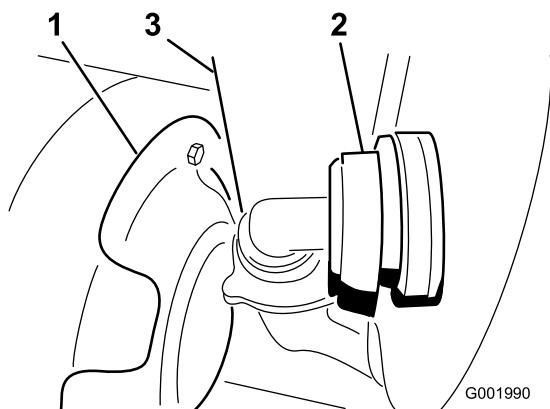

Figura 57
3. Retire a tubagem localizada em baixo na parte da frente do depósito (Figura 57).
Nota: Pode ser necessário fazer recuar a protecção contra o calor (Figura 57) quando retirar a tampa.
7. Ligue a tubagem na parte da frente do depósito (Figura 57).